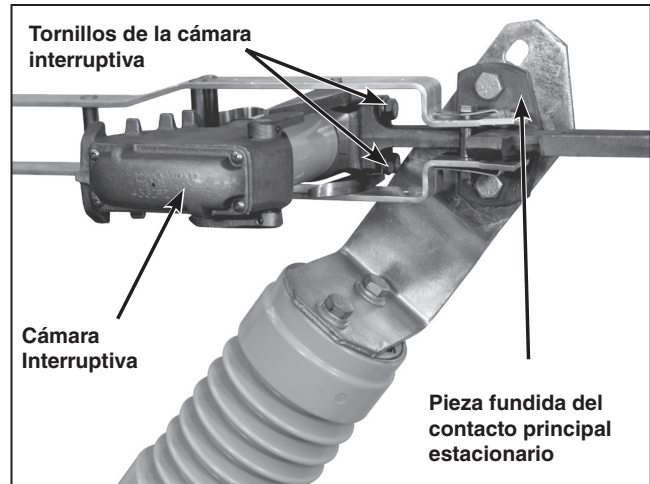

Figura 39. Ajuste de la posición de la cámara interruptiva.
- (f) Si se necesita ajuste, afloje los tornillos que sujetan la cámara interruptiva a la pieza fundida del contacto principal estacionario y vuelva a posicionar la cámara interruptiva. Vea la Figura 39.